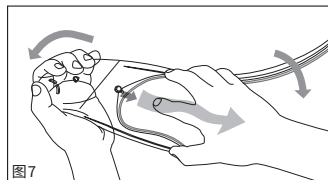

图7
❹ 拆除时首先从头盔上拆除镜片,与安装时同样,充分展开镜片(图7),同时从按扣上拔出SHOEI DRYLENS。